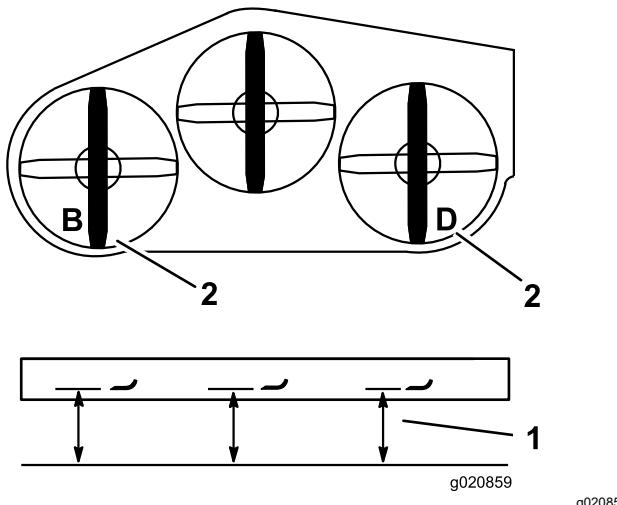

Figura 84
- Mida la cuchilla izquierda en la posición **B** desde una superficie nivelada hasta el filo de corte de la punta de la cuchilla, y anote esta medida (Figura 84).
- Mida la cuchilla derecha en la posición **D** desde una superficie nivelada hasta el filo de corte de la punta de la cuchilla, y anote esta medida (Figura 84).
Nota: La medida de la posición **B** no debe variar en más de 3 mm de la medida de la posición **D** (Figura 84). Si no es correcta la distancia, continúe con los pasos siguientes.